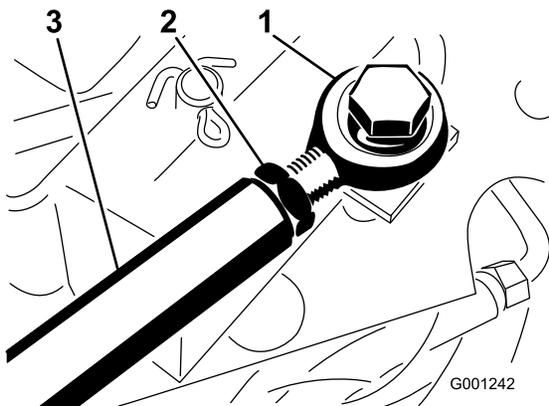

Рисунок 80
Если требуется дополнительная регулировка, отрегулируйте шток привода (Рисунок 80) следующим образом:
2. Ослабьте контргайку, которая крепит конец штока к штоку привода (Рисунок 80).
4. Затяните контргайку (Рисунок 80) и прикрепите конец штока к педали управления тягой при помощи ранее снятых болта и гайки, чтобы зафиксировать угол установки ножной педали.